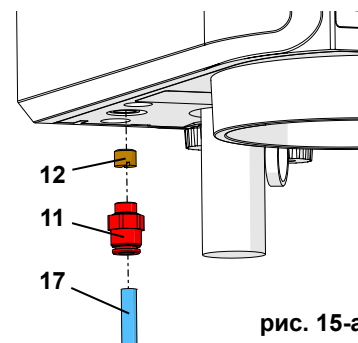

рис. 15-а
**Входной фильтр вставлен, перед гнездом для подключения сжатого воздуха (рис. 15-b)**
- ⇒ Передвинуть вверх кольцо на входном фильтре (12) и отсоединить шланг сжатого воздуха (17).
- ⇒ Передвинуть вверх кольцо на штуцере для сжатого воздуха (11) и снять входной фильтр (12).